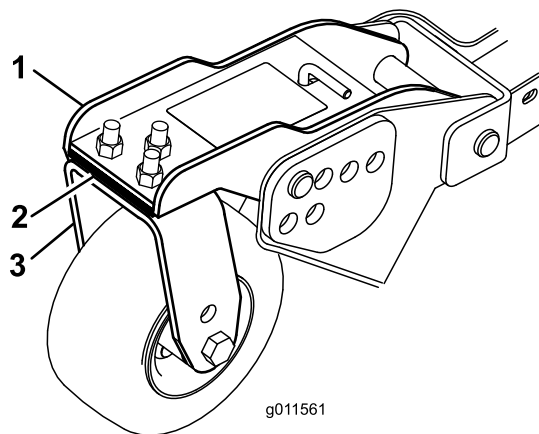

Figure 78
1. Enlevez les vis et écrous de fixation de la roue pivotante à la fourche (Figure 78).